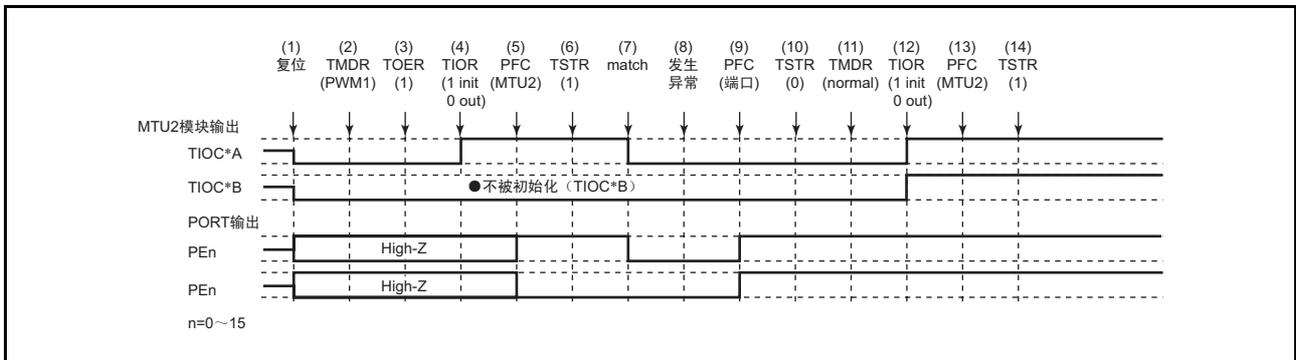

图 10.142 在 PWM 模式 1 中发生异常并在正常模式中恢复
在 PWM 模式 1 中发生异常，重新设定后在正常模式中重新开始时的说明如图 10.142 所示。
(1) ~ (10) 与图 10.142 相同。
(11) 在 PWM 模式 1 中重新开始时不需要此步骤。
(12) 必须通过 TIOR 初始化引脚（在 PWM 模式 1 中不初始化 TIOC*B）。
(13) 必须通过 PFC 设定为 MTU2 输出。
(14) 通过 TSTR 重新开始。
(11) 设定 PWM 模式 2。
(12) 必须通过 TIOR 初始化引脚（在 PWM 模式 2 中不初始化周期寄存器的引脚）。
- (1) ~ (10) 与图 10.142 相同。
- (11) 设定相位计数模式。
- (12) 必须通过 TIOR 初始化引脚。
- (13) 必须通过 PFC 设定为 MTU2 输出。
- (14) 通过 TSTR 重新开始。
- (11) 为了初始化波形生成部，必须设定正常模式。
- (12) 必须通过 TIOR 初始化 PWM 模式 1 的波形生成部。
- (13) 必须通过 TIOR 禁止 PWM 模式 1 的波形生成部的运行。
- (14) 必须通过 TOER 禁止通道 3、4 的输出。
- (15) 必须通过 TOCR 选择互补 PWM 的输出电平并允许或者禁止周期输出。
- (16) 设定互补 PWM。
- (17) 必须通过 TOER 设定允许通道 3、4 的输出。
- (18) 必须通过 PFC 设定为 MTU2 输出。
- (19) 通过 TSTR 重新开始。